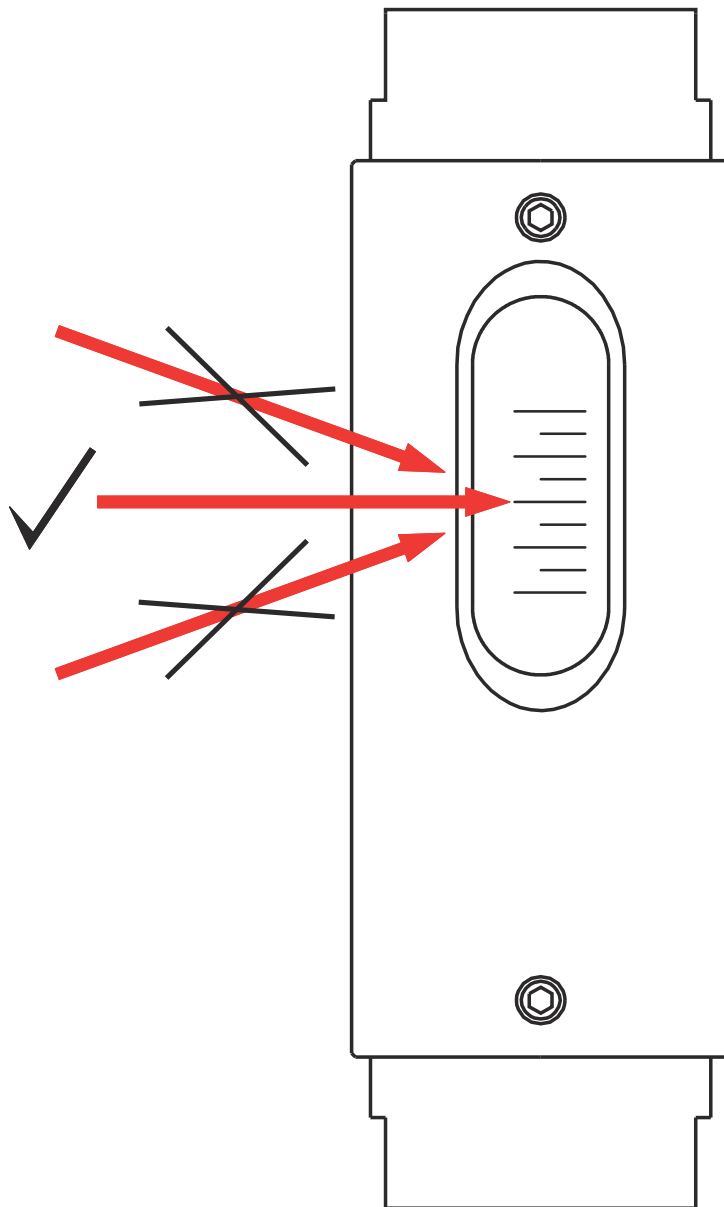

Abb. 40: Messskala ablesen
2.  Geradeaus auf die Messskala blicken (Abb. 40, mittlerer Pfeil). Durch einen Blickwinkel von oben oder unten kann der Ablesewert verfälscht werden